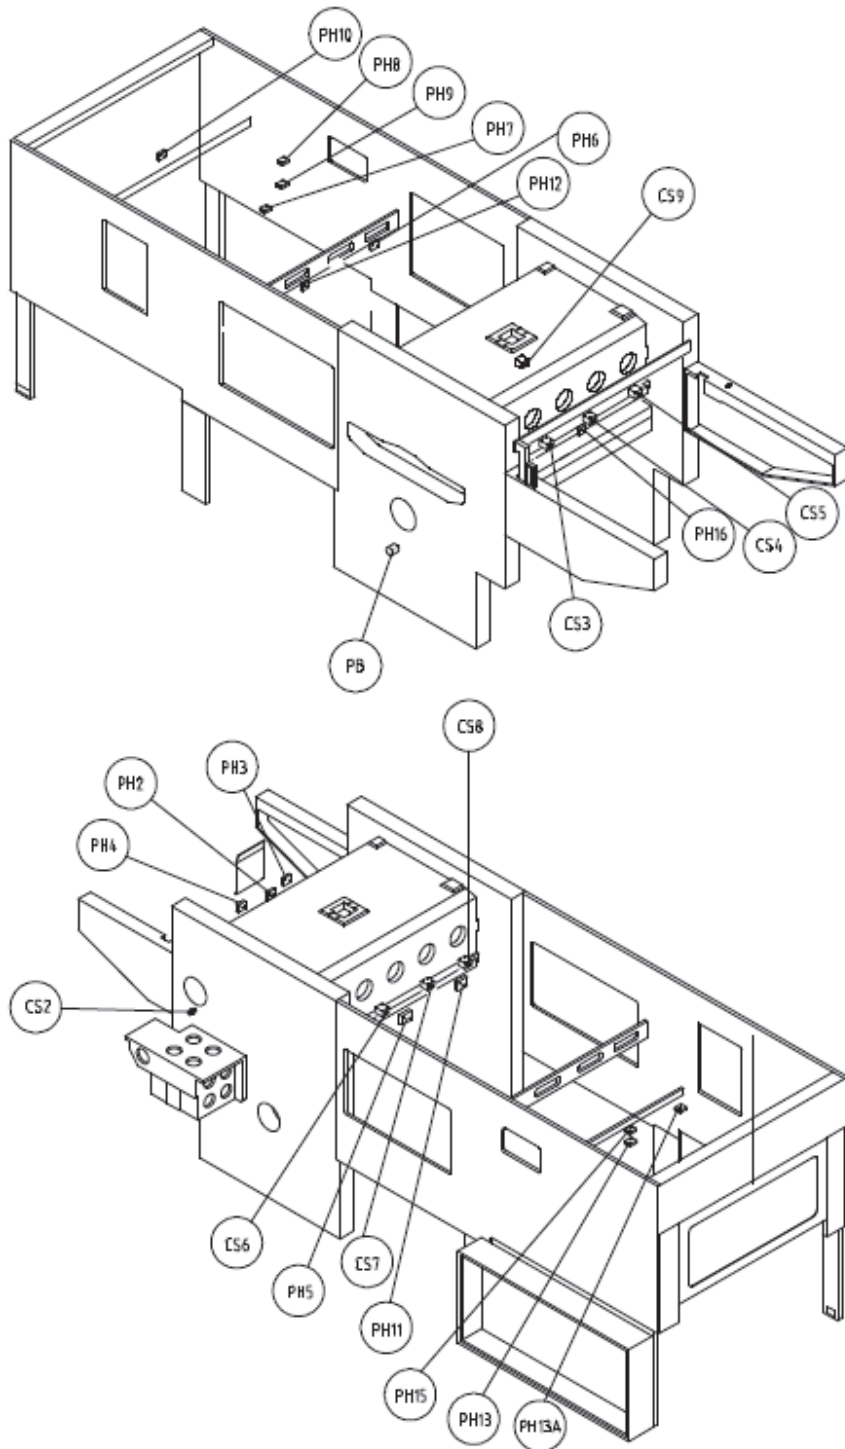

Fig. 3.1
3.1. FUNCIONES DE LAS CÉLULAS FOTOELÉCTRICAS (fig. 3.1)